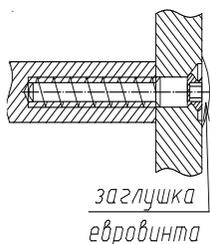
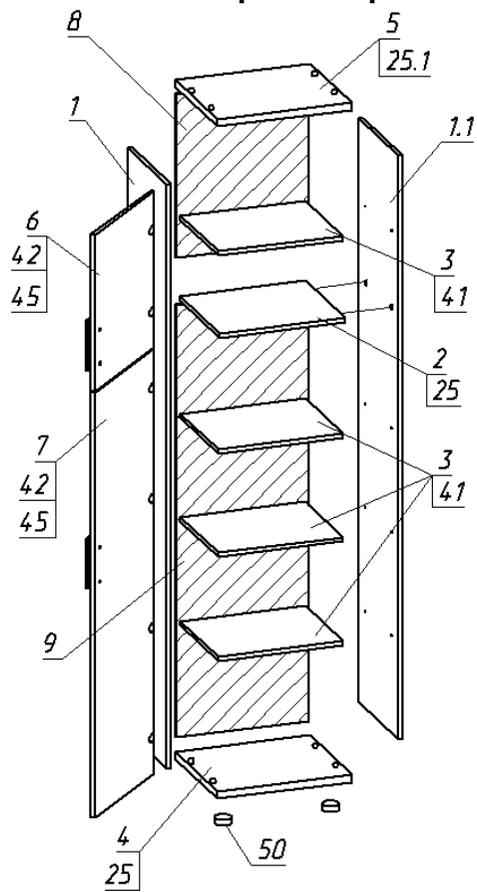

Рис.1
Рис. 3
1. Собрать каркас шкафа по схеме сборки (рис. 3) с помощью евровинтов (рис. 1), предварительно установив фурнитуру, пластмассовые опоры (поз.50).
3. Закрепить задние стенки из ДВП гвоздями Ø1,2x20 по периметру с шагом 100мм и по углам шурупами Ø3x20, скрепками (поз.67)(рис. 3) и шурупами Ø3x20 в местах стыка на полках.